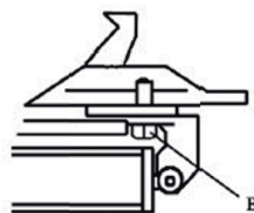

Fig. 10
Nota: Após os primeiros 20 dias de uso, reaperte as garras no prato giratório com parafusos de aperto (B) (Fig. 10).